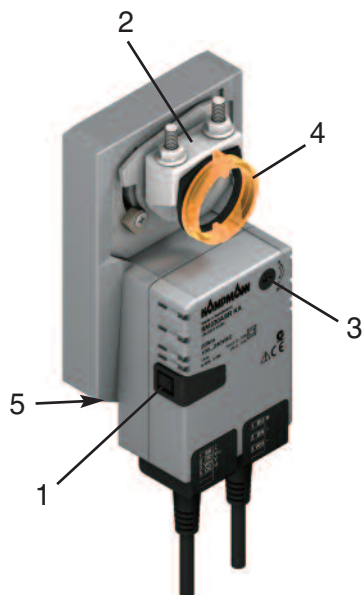

Рисунок 1
- Исполнительный механизм извлекается после нажатия на кнопку (1) и поворота клеммного блока (2) по часовой стрелке до упора так, чтобы указатель (4) находился в положении „1“ (см. рис. 1).
- Для обеспечения надлежащего закрытия клапана или направляющей заслонки, поверните клеммный блок (2) против часовой стрелки на полделения.
- Установите привод на кронштейн (5), надев его на поворотную ось и вставив болт (6) в расположенную с задней стороны насечку (8).
- Затяните гайки V-образных скоб клеммного блока (2). Следите, чтобы воздушный клапан смесительной камеры или направляющая заслонка находились в положении „Zu“ (закрыто), при необходимости зафиксируйте их.